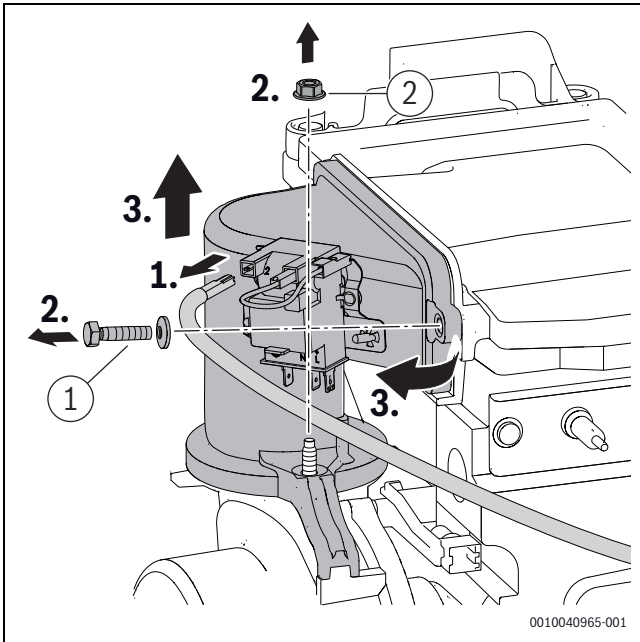

Bild 46 Mischeinrichtung ausbauen
- ▶ Schraube und Mutter ([1] und [2], Bild 46) an der Mischeinrichtung mit 5,5+0,5 Nm festziehen.